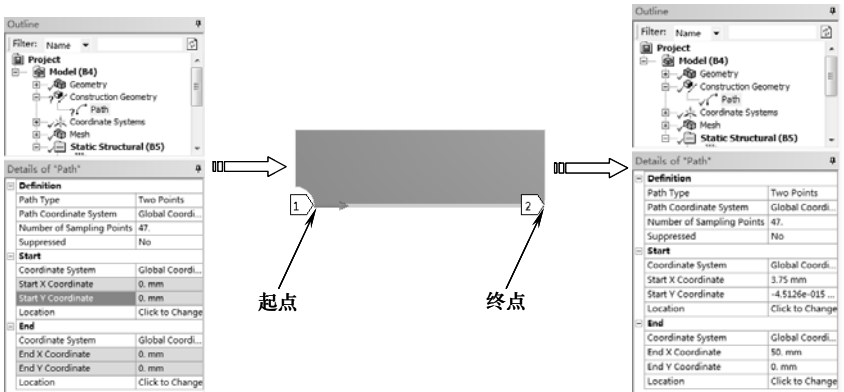

图 5-5 创建路径
(1) 路径 使用路径可以在指定的空间曲线上获得需要的结果。使用路径的操作步骤如下：
- ✧ 创建路径。在【Outline (分析树)】中选择【Model (B4)】节点，单击【Construction Geometry】工具栏上的【Path】按钮，单击【Point (选择点)】按钮，在详细设置窗口中单击【Start】选项下【Location】后的【Click to Change】项，再图形区选择一点作为起点，再单击【End】选项下【Location】后的【Click to Change】项，在图形区选择一点作为终点，如图 5-5 所示。